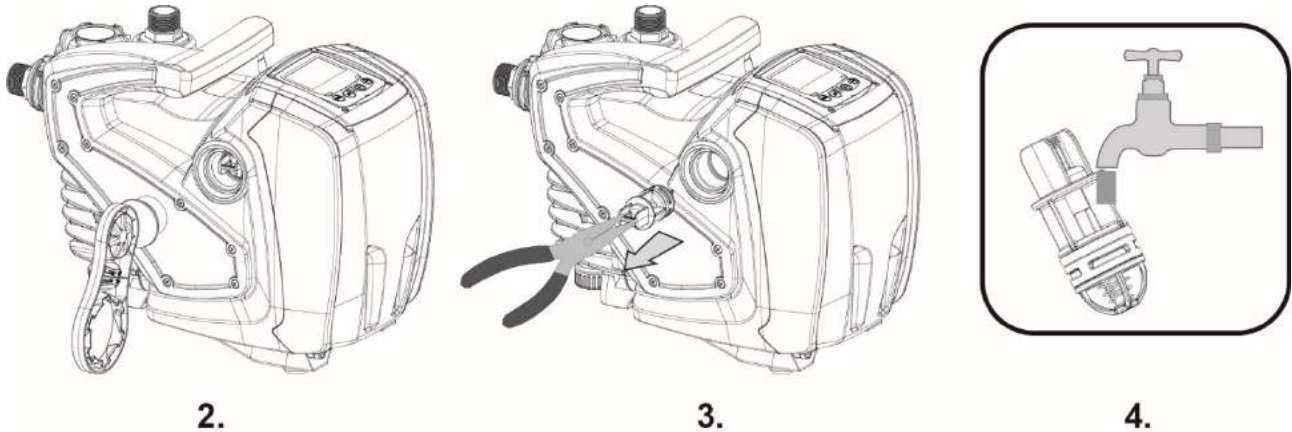

Fig. 8
2. à l'aide d'un tournevis ou de l'outil fourni, démonter le bouchon de purge d'air de façon à avoir accès au clapet anti retour (Fig.8);
3. à l'aide d'une pince, extraire, sans pivoter, la cartouche du clapet de non-retour en faisant levier sur le pont prévu à cet effet (Fig.8): l'opération pourrait requérir une certaine force;
5. introduire à nouveau la cartouche complète dans son logement: l'opération requiert la force nécessaire à la compression des 2 joints toriques (Fig.2 (Fig.8));
6. revisser le bouchon de purge d'air jusqu'en butée: si la cartouche n'était pas complètement repositionnée, le remontage du bouchon permettra d'ajuster le positionnement (Fig.8);